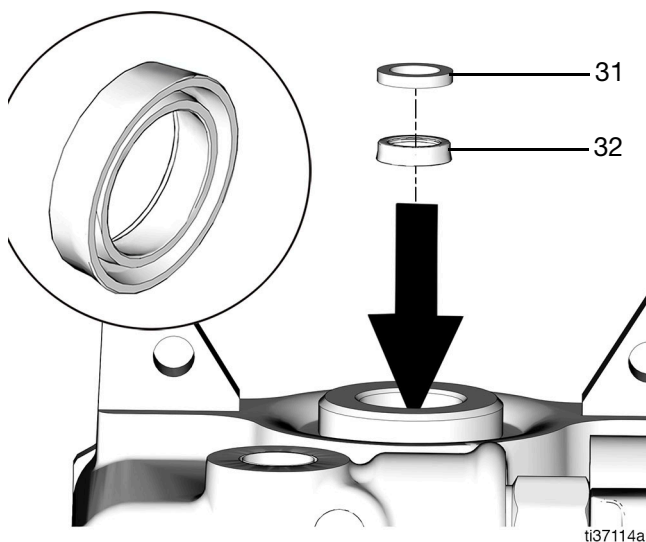

FIG. 50
1. Coloque la junta del cuello (32) (copa en U) en el alojamiento de la bomba, con los labios hacia abajo (FIG. 50).
2. Ponga la arandela de bronce (31) encima de la junta del cuello (32) (copa en U) (FIG. 50).